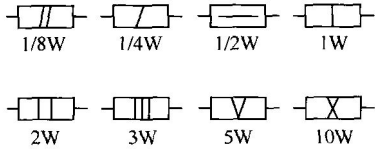

图 1-3
(1) 额定功率。在规定的环境温度和湿度下,假定周围空气不流通,在长期连续负载工作而不损坏或基本不改变其性能的前提下,电阻器上允许消耗的最大功率就是它的额定功率。为保证安全使用,一般额定功率应选择为比它在电路中消耗的实际功率高 1~2 倍。额定功率分 19 个等级,常用的有 0.05W、0.125W、0.25W、0.5W、1W、2W、3W、5W、7W 和 10W。在电路图中,非线绕电阻器额定功率的符号表示如图 1-3 所示。
(2) 标称阻值。产品上明确标示的阻值,其单位为 Ω 、 $k\Omega$ 和 $M\Omega$ 。
(3) 允许误差。电阻器和电位器的实际阻值对于标称阻值的最大允许偏差范围,它表示产品的精度。每一个电阻都会有误差,这取决于电阻器生产厂家的技术指标。在精密电子仪器中,需要考虑其误差大小,而在显示器电路中则不用。